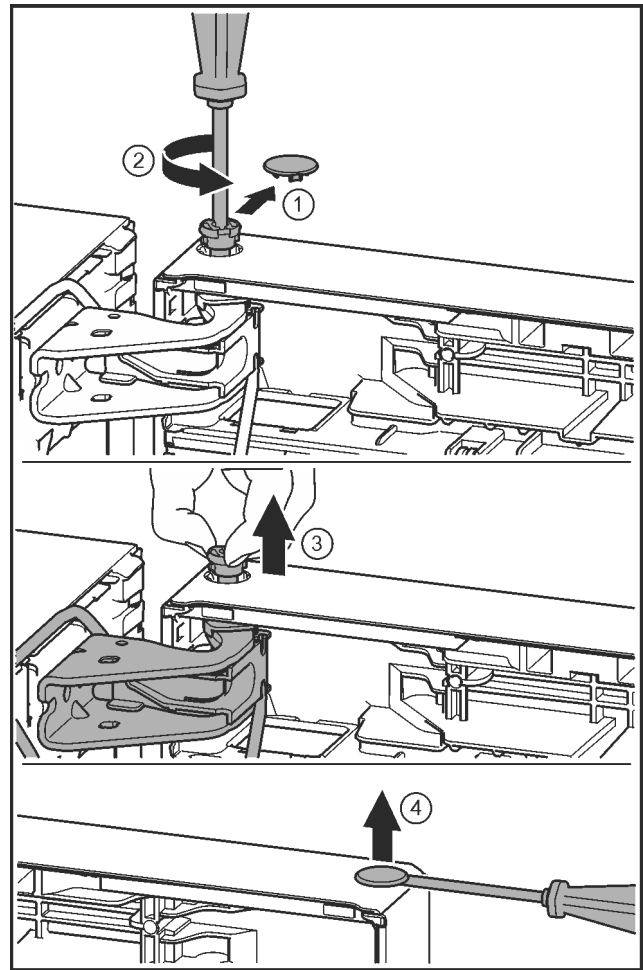

Fig. 21
- ▶ Sicherungsabdeckung vorsichtig abziehen. *Fig. 21 (1)*
- ▶ Bolzen mit Schraubendreher T15 ein Stück herausdrehen. *Fig. 21 (2)*
- ▶ Tür festhalten und Bolzen mit den Fingern herausziehen. *Fig. 21 (3)*
- ▶ Stopfen aus der Türlagerbuchse vorsichtig mit einem Schlitzschraubendreher anheben und herausziehen. *Fig. 21 (4)*